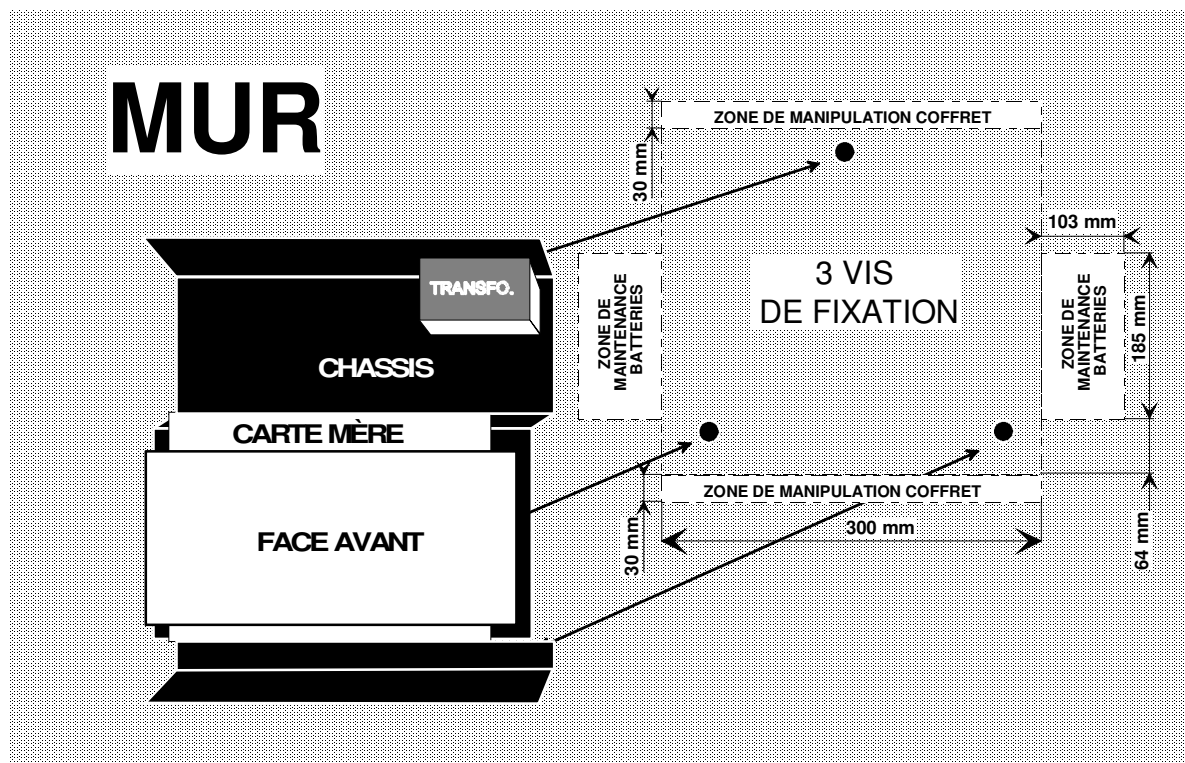

Figure 2 : fixation du coffret
## 1.2 FIXATION DU COFFRET (FIGURE 2)
- ◆ Prévoir, comme indiquée sur la **Figure 2**, en plus de l'encombrement du coffret, des espaces pour les accès et la maintenance,
NOTA : La mise en place des batteries ne peut se faire qu'après la fixation du châssis au mur (voir Cf. 1.2 FIXATION DU COFFRET (Figure 2)).